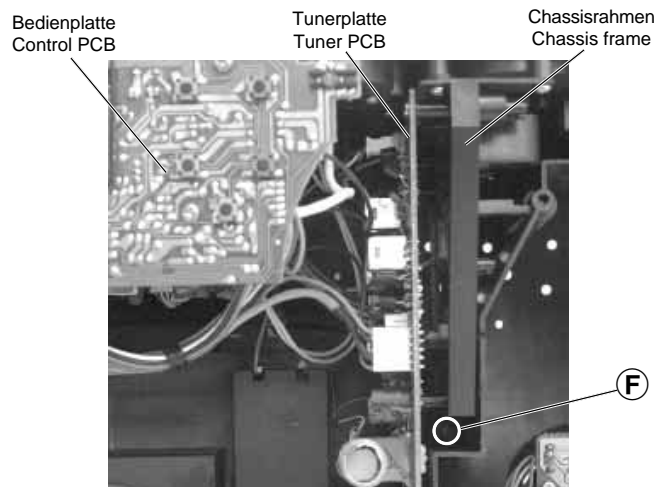

Fig. 4
- Schraube **F** herausdrehen (Fig. 4).
- Undo the screw **F** (Fig. 4).